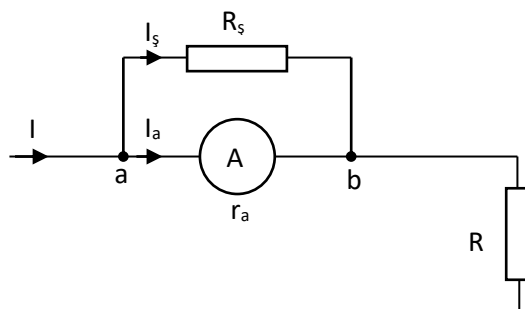

Fig. 3 Ampermetru cu șunt.
**Șuntul** este o rezistență electrică, de obicei de valoare mică, care se montează în paralel pe aparatul de măsurat și prin care trece o parte din curentul de măsurat – fig. 3.